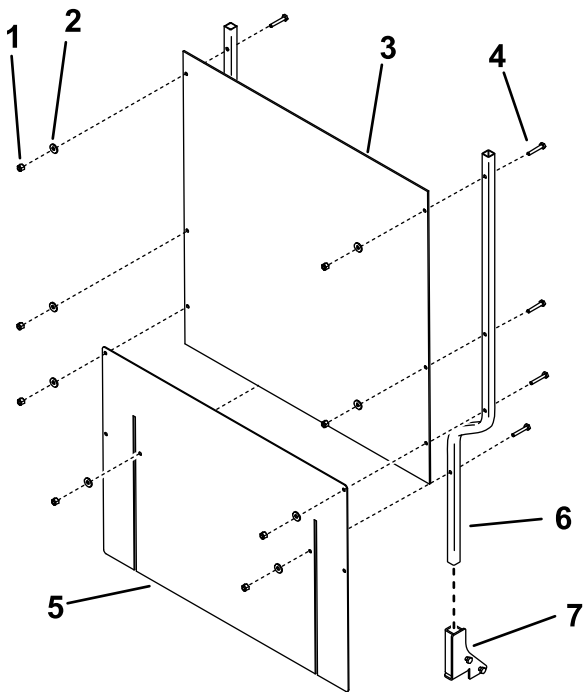

Bild 9
1. Schieben Sie die Schutzblechstützen in die Aufnahmetaschen in den Schutzblechhalterungen an der Zugmaschine (Bild 8 oder Bild 9).
2. Montieren Sie das Schutzblech und die flexible Schürze mit acht Schrauben ($\frac{1}{4}$ " x $1\frac{1}{2}$ "), acht Scheiben und acht Sicherungsmuttern ($\frac{1}{4}$ ") an den Schutzblechstützen, wie in Bild 8 oder Bild 9 abgebildet.